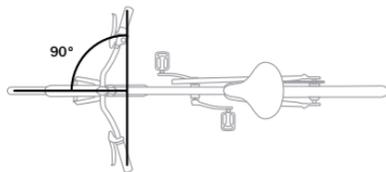

Figura 1.3: Alineación correcta del manillar y el sillín.
- Comprueba que el manillar esté situado a 90 grados con respecto a la rueda (Figura 1.3).
- Comprueba que el sillín esté alineado con el centro de la bicicleta (Figura 1.3).